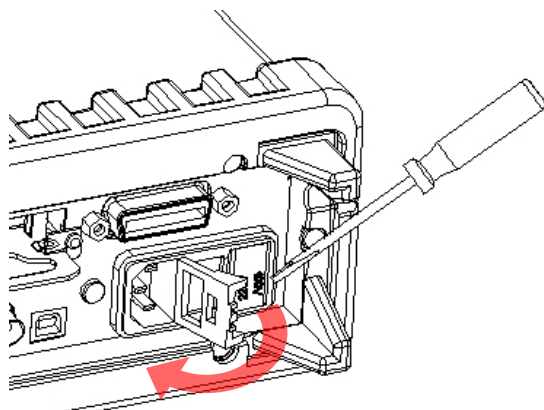

図 2-2
- 【手順 2】 図2-2に示すように、電圧設定セクタ部の蓋を開けます。